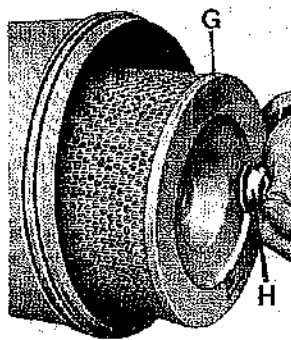

Fig. 67
- Togliere la cartuccia G, svitando il dado H (Fig. 67), ed effettuare la manutenzione che in linea generale si effettuerebbe solo se l'indicatore segna rosso o, in sua mancanza, se si avverte perdita di potenza e fumosità allo scarico.